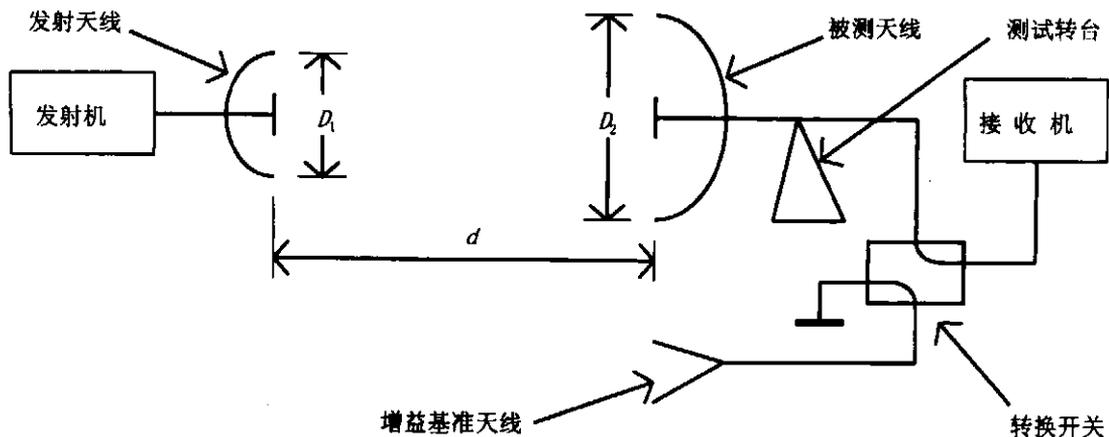

图 2 天线增益、方向图和交叉极化鉴别率测量框图
6.1.1 测量框图见图 2。
6.2.1 测量框图见图 2,并满足 6.1.2 测量条件。如果不能将发射天线定位在与被测天线相同的高度上,则应该将转台的垂直轴倾斜一点,使得该轴与发射天线中心至被测天线中心连线相垂直。
6.3.1 测量框图见图 2,并满足 6.1.2 测量条件。